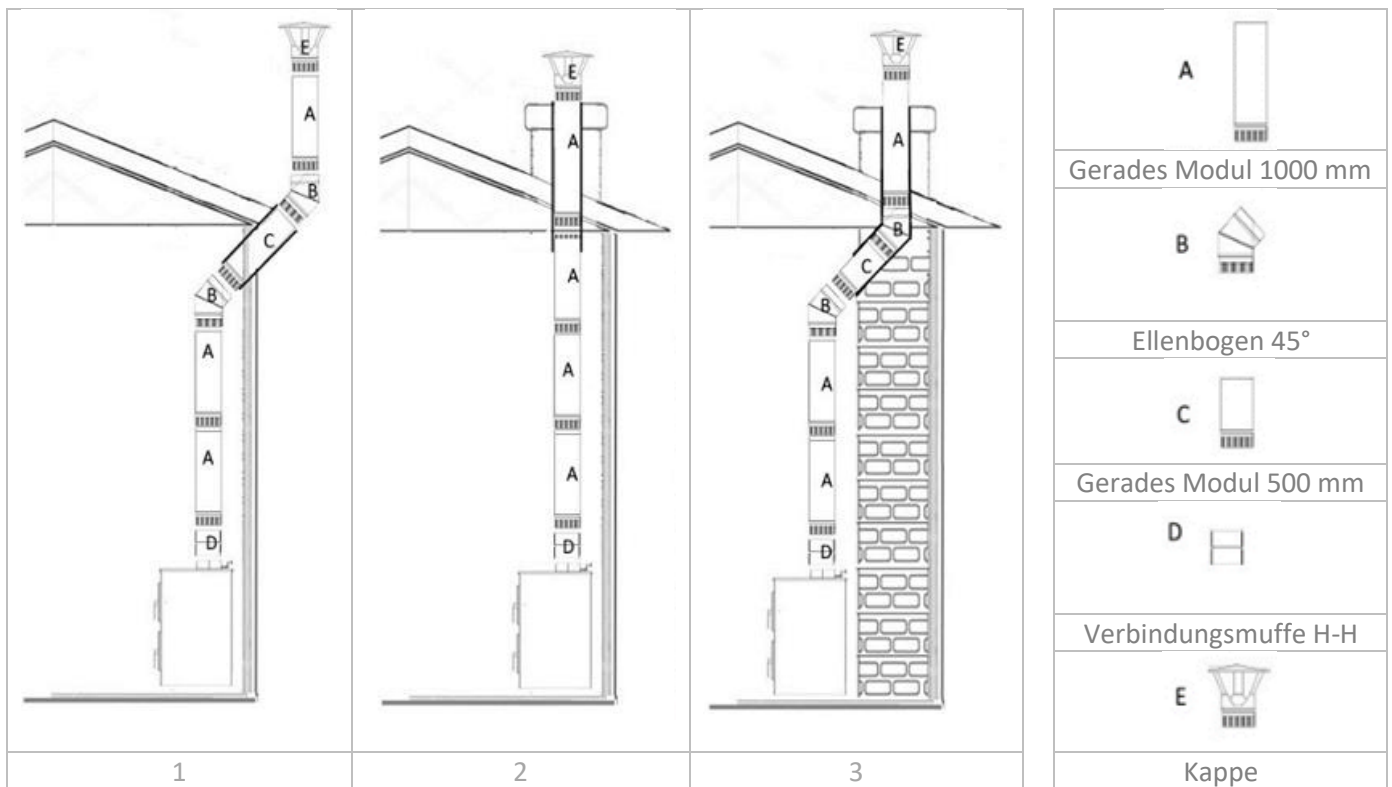

Abbildung 2
3. **VERTIKALER ABSCHNITT (A).** Die Gesamtlänge des vertikalen Rohrs, das für den natürlichen Zug (Abgasunterdruck) bis zum Dach benötigt wird, kann je nach Installation und abhängig von verschiedenen Faktoren variieren, liegt aber im Allgemeinen zwischen ca. 4 und 6 m. Eine optimale Leistung wird jedoch bei einem Mindestvakuum von ca.  $\pm 15$  Pa (Pascal) gewährleistet.
4. **BEUGEN (B).** Sind Bögen erforderlich (siehe Zeichnungen 1 und 2 in Abbildung 2), werden die Kanäle über Bögen verbunden. Diese dürfen bis zu 45° betragen und dürfen nicht verengt werden. Folgendes ist zusätzlich zu beachten:
5. **HORIZONTALER ABSCHNITT (C).** Der Anschlusskanal bzw. der horizontale Abschnitt des Schornsteins muss mit der geringstmöglichen Länge und möglichst ohne Richtungs- und Querschnittsänderungen ausgeführt werden. Dabei ist Folgendes zu berücksichtigen:
6. **VERBINDUNGSMUFFE (D).** Für den korrekten Anschluss des vertikalen Kanals an den Rauchabzugskragen m (männlich) des Herdes ist eine Muffe h/h (weiblich/weiblich) erforderlich, so dass das Ende m (männliches Ende des vertikalen Kanals nach unten zeigt).
7. **Schornsteinabdeckung (E).** Für eine ordnungsgemäße Rauchableitung und zur Vermeidung von Windeinflüssen sind bestimmte Mindestabstände zur Schornsteinkappe erforderlich. Siehe folgende Abbildung: